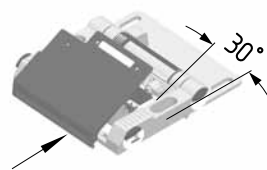
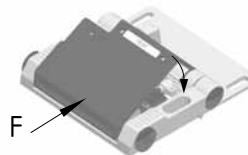

Fig. 2
Fig. 3
5. Tryck på locket • ca 30° snett på fästklackarna (fig. 2) och tryck samtidigt nedåt (fig. 3)